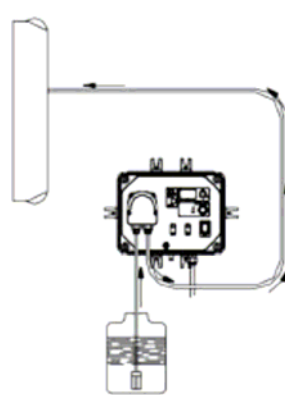

Fig. 4
- c- Montieren sie die Pumpe wie in **Bild 4** dargestellt ist. Die Pumpe kann entweder über oder unter dem Flüssigkeitsbehälter angebracht werden. Beachten sie dabei, dass die maximale Saughöhe von 2 Meter nicht überschritten wird. Im Falle wenn die Flüssigkeit aggressive Dämpfe erzeugt, bringen sie die Pumpe nicht über dem Chemikalienbehälter an, es sei denn er ist hermetisch abgeschlossen.